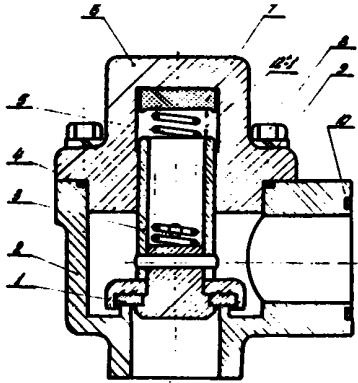

Рис. 30. Обратный клапан:
28.1. Вывинтить болты 8 (рис.30), снять крышку 6, вынуть буфер 7, клапан 3 и пружину 5.